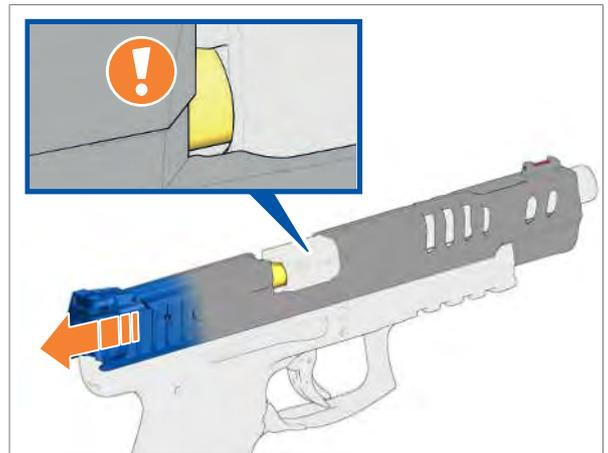

Abb. 51: Verschluss nach hinten ziehen
1. Verschluss nach hinten ziehen, bis erkennbar ist ob sich eine Patrone im Patronenlager befindet (Abb. 51).